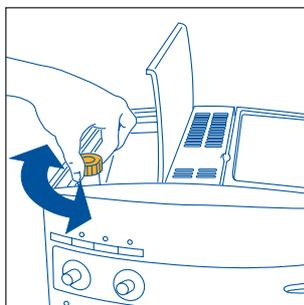

Fig.17
**NOTA 1:** Se il caffè fuoriesce a gocce oppure non esce del tutto, è necessario ruotare la manopola di regolazione macinatura (fig. 17) di uno scatto in senso orario (vedi par. 6). Procedere di uno scatto alla volta fino ad ottenere un'erogazione soddisfacente.
**NOTA 2:** Se il caffè fuoriesce troppo velocemente e la crema non è soddisfacente; ruotare un po' la manopola di destra (fig.7) in senso orario. Procedere a tentativi e fare più di un caffè per individuare la corretta posizione della manopola. Fare attenzione a non ruotare troppo in senso orario altrimenti c'è il rischio di ottenere un'erogazione troppo lenta (a gocce), soprattutto quando si richiedono due tazze di caffè. Se, dopo qualche caffè, non si ottiene una crema soddisfacente, ruotare anche la manopola di regolazione macinatura (fig.17) di uno scatto in senso antiorario (vedi par. 6).
Per risolvere questo inconveniente è necessario regolare il grado di macinatura del macinacaffè ruotando la manopola di regolazione macinatura (fig. 17) di uno scatto in senso antiorario (come descritto nel cap. 6).
Tuttavia se dopo aver fatto i primi caffè, l'erogazione dovesse risultare troppo veloce o troppo lenta (a gocce), è necessario effettuare una correzione con la manopola di regolazione del grado di macinatura (fig. 17). Ruotandola di uno scatto in senso orario (pari a una cifra) si ottiene invece un'erogazione del caffè più veloce (senza gocce).